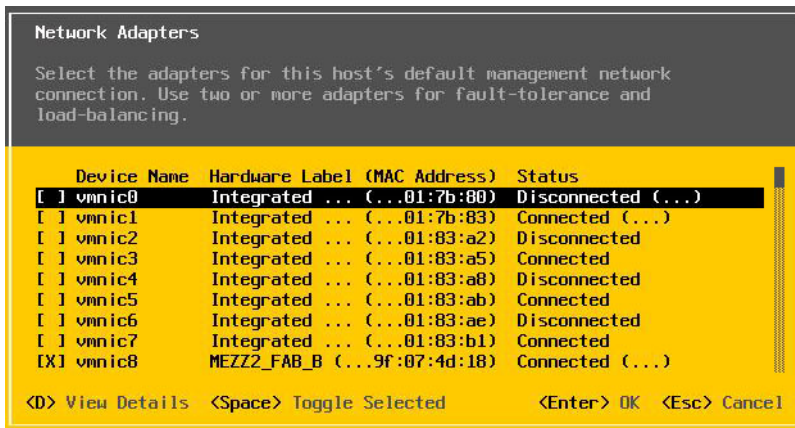

図 14-26. ESXi 管理ネットワークの選択
9. 57800 ボードと 57810 ボードでは、管理ネットワークは vmnic0 ではありません。ブート後に GUI コンソールを開き、Configure Management Network（管理ネットワークの設定）を表示してから、Network Adapters（ネットワークアダプター）ウィンドウ（図 14-26）を表示して、管理ネットワークデバイスとして使用する NIC を選択します。